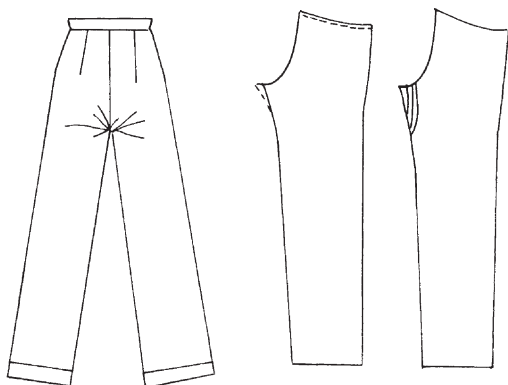

Рис. 56. Веерные заломы в области подъягодичной складки
*Дефект 7:* веерные заломы в области подъягодичной складки (рис. 56).